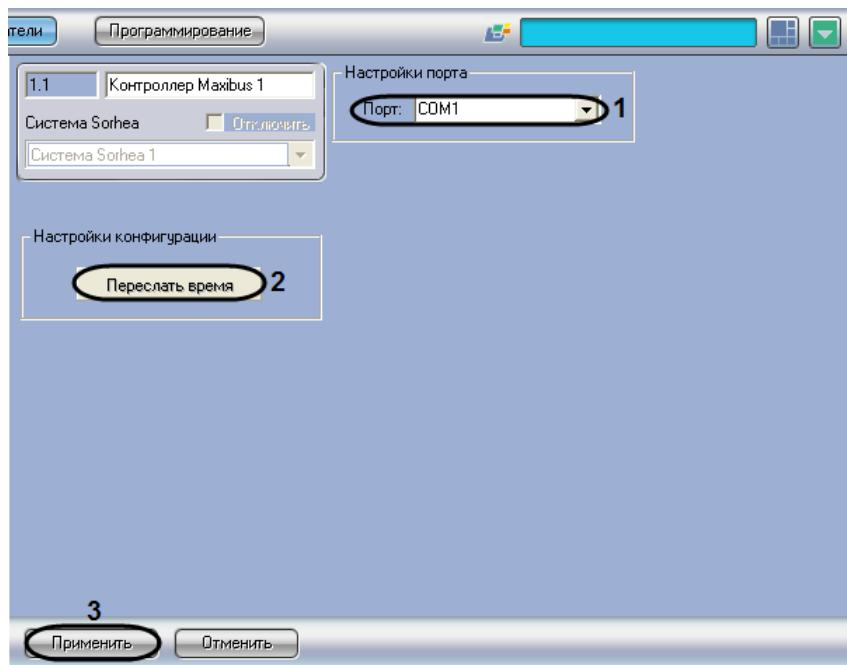

Рис. 3.3-2 Настройка контроллера Maxibus
1. Перейти на панель настройки объекта **Контроллер Maxibus** (Рис. 3.3-2)
2. Из раскрывающегося списка **Порт** выбрать СОМ-порт Сервера *Интеллект*, используемый для соединения с контроллером *Maxibus* (см. Рис. 3.3-2, 1).
3. Чтобы установить время Сервера *Интеллект* на контроллере *Maxibus*, нажать кнопку **Переслать время** (см. Рис. 3.3-2, 2).
4. Для сохранения внесенных изменений нажать кнопку **Применить** (см. Рис. 3.3-2, 3).